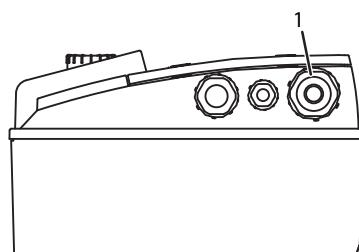

Fig. 18: Prensa-fios
- A ligação eléctrica tem de ser estabelecida através de uma cabo de ligação à rede fixo (secção transversal mín. 4 x 1,5 mm², máx. 4 x 4 mm²), com uma tomada ou um interruptor para todos os pólos com pelo menos 3 mm de abertura de contactos. O cabo de ligação à rede deve ser colocado no prensa-fios M25 (fig. 18, pos. 1).